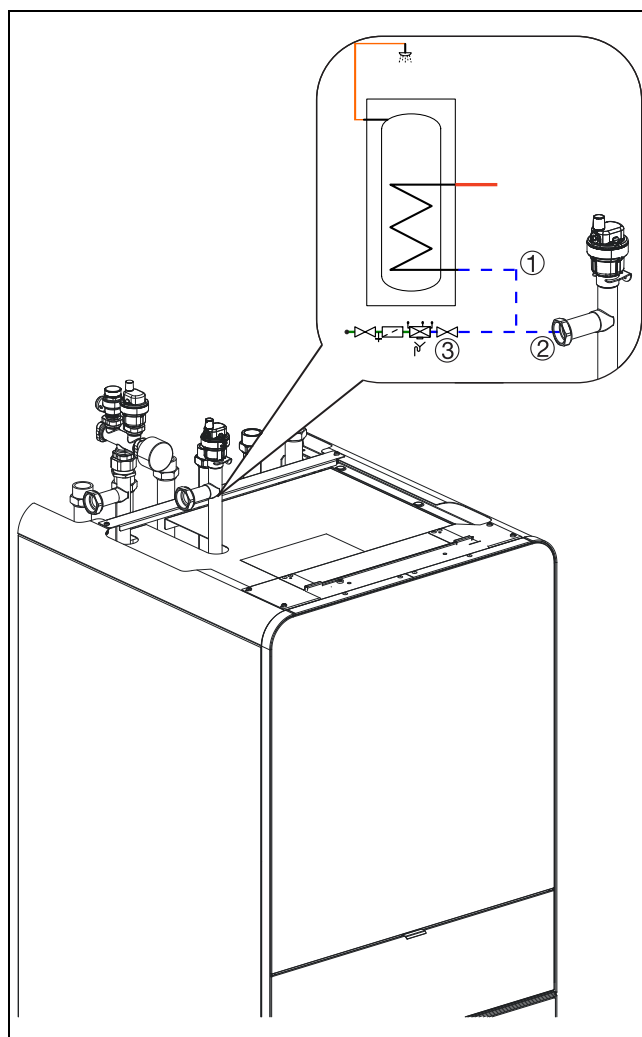

Fig. 9 Il riempimento dell'impianto di riscaldamento e dei radiatori deve avvenire tramite il tubo di ritorno per la pompa di calore.
- Installare le tubazioni ACS tra l'unità interna e l'accumulatore-produttore di ACS installato lateralmente. VW2 Installare il rubinetto di carico sul tubo di ritorno dello scambiatore di calore a serpentino (freddo), vedere la fig. 9.